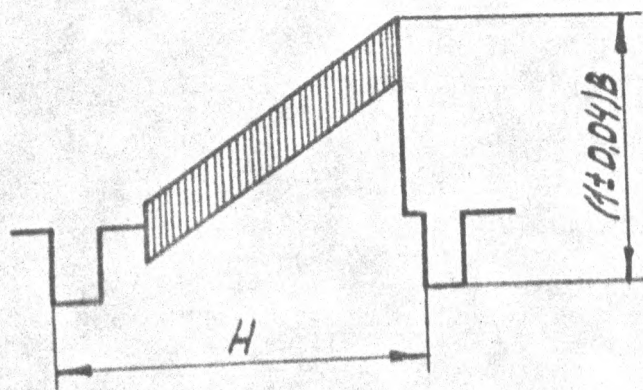

РИС. 7.24
7.4.1.4. Измерьте нелинейные искажения сигнала яркости, для чего подайте на контакт 3 раз'ема А1.2-ХР2 УСВ-Д А1.2 ППУ-Д А1 видеосигнал пилообразной формы с синусоидальной насадкой 1,2 МГц размахом $(1 \pm 0,04)$ В (рис. 7.24) и проконтролируйте его на выходе демодулятора TR-0771.